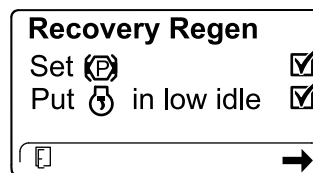

Figura 55
3. No ecrã Lista de verificação do DPF, verifique se o travão de estacionamento está engatado e se a velocidade do motor está definida para ralenti baixo (Figura 55).